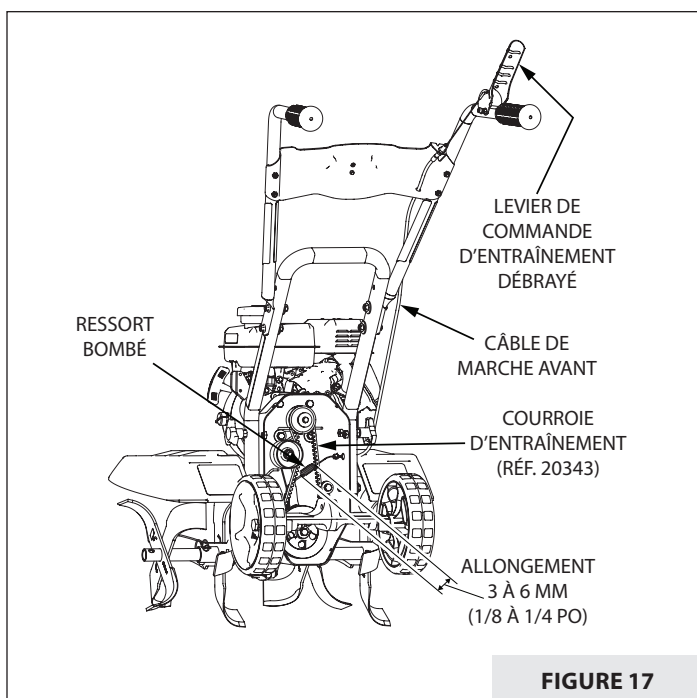

FIGURE 17
5. Abaisser le levier de commande d'entraînement et mesurer la longueur du ressort à l'état allongé. L'allongement idéal est de 3 à 6 mm (1/8 à 1/4 po). **VOIR FIGURE 17.**